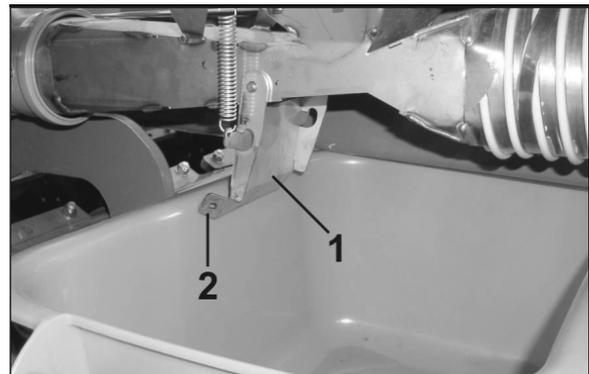

Fig. 107
3. Injektorschleusenklappe (Fig. 107/1) öffnen, damit das Saatgut / der Dünger in die Abdrehwanne fließen kann.
Injektorschleusenklappe nur an der Lasche (Fig. 107/2) anfassen, sonst besteht Verletzungsgefahr beim Zuschlagen der federbelasteten Klappe.